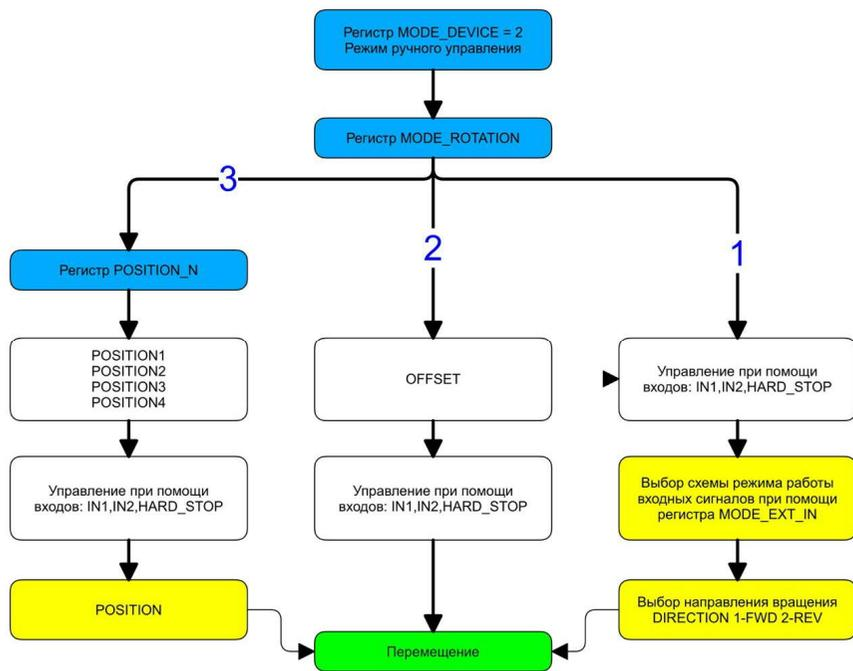
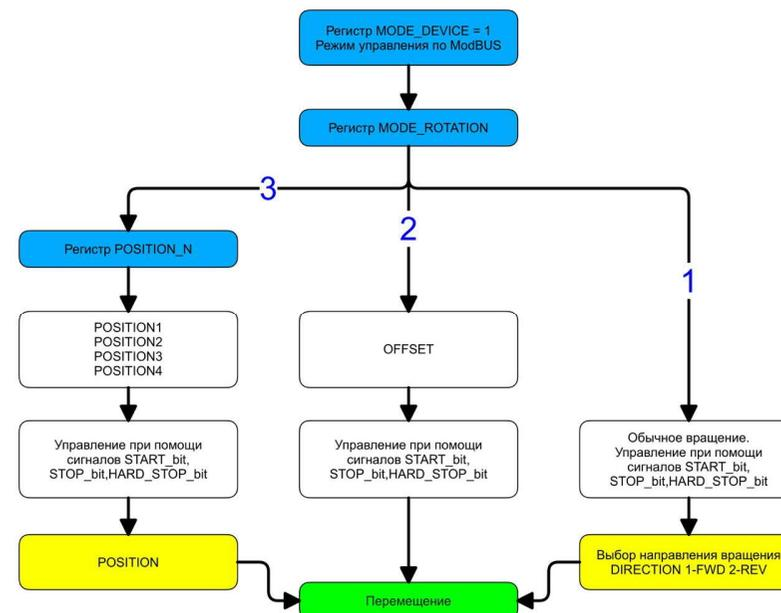

Рис.7. Блок-схема выбора режима работы при управлении приводом внешними сигналами
Рис.6. Блок-схема выбора режима работы при управлении приводом по Modbus
- Выберите способ управления: управление командами по Modbus или внешними сигналами (регистр MODE\_DEVICE – см. раздел 6.5, рис.6 и рис.7).